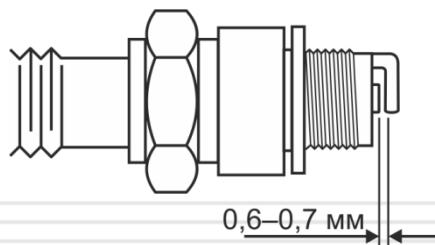

Рисунок 21. Зазор між електродами свічки запалювання
4. Використовуючи спеціальний щуп, виміряйте зазор між електродами свічки (якщо необхідно, виставте зазор 0,60–0,70 мм, обережно підгинаючи бічний електрод) (див. рисунок 21).